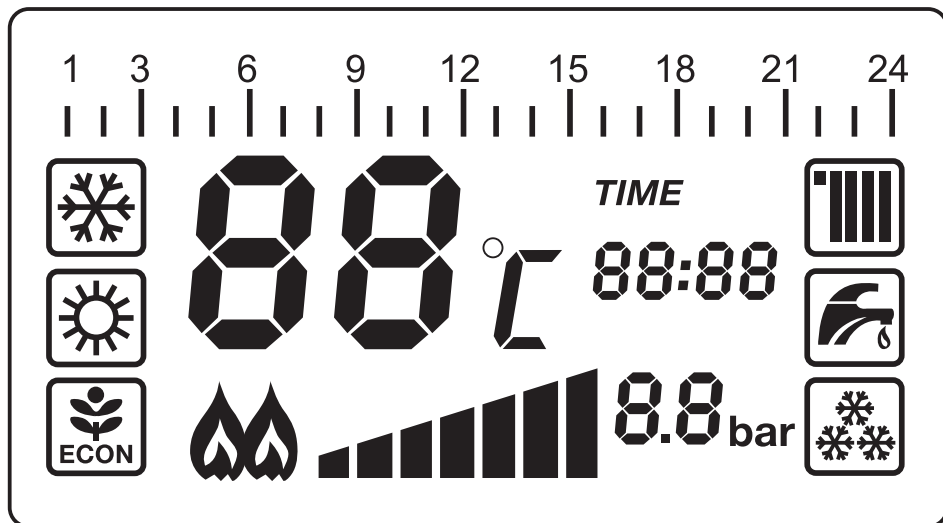

Рис. 6
3.9.1 Интерфейс жидкокристаллического дисплея (рис. 6, табл. 3)